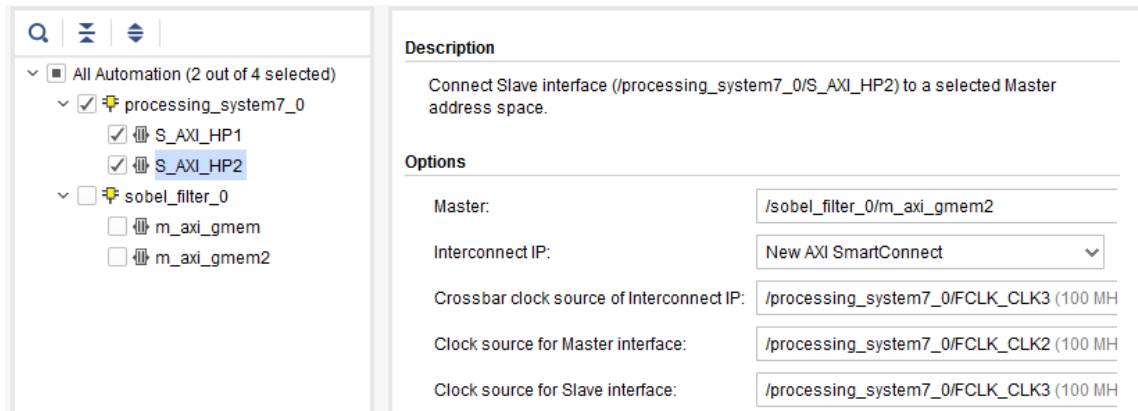

FIGURE 18 – Connexion des ports HP1 et 2
- (b) Faites la même chose pour **S_AXI_HP2**, mais en ayant **sobel_filter_0/m_axi_gmem2** comme maître (figure 18).